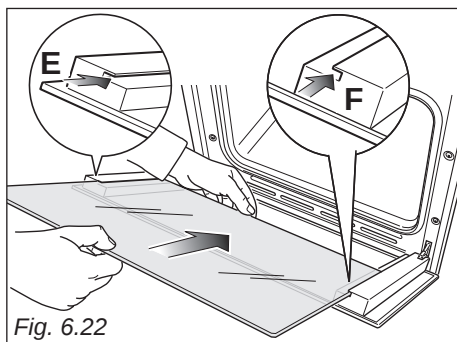
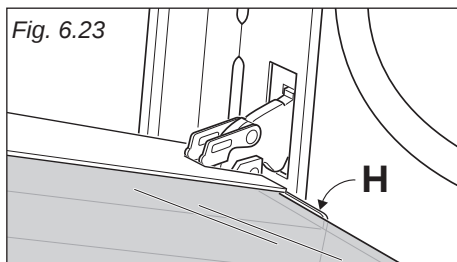

Fig. 6.22
Fig. 6.23
- Indsæt glaslågen ind i rillerne "**E**" og "**F**" (Fig. 6.22) og skub den ned til holderen "**H**" (Fig. 6.23).